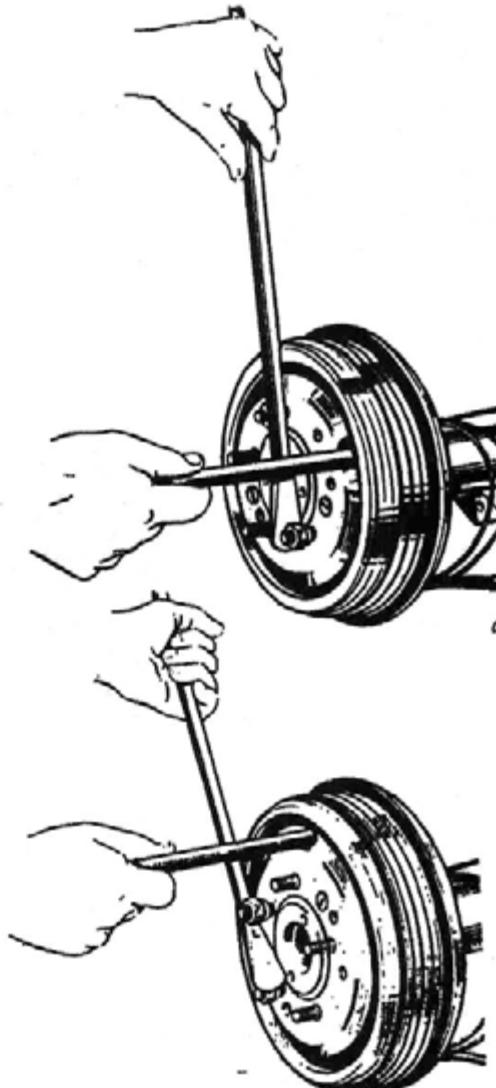

Рис. 247. Сдвигание колодок к оси тормоза для снятия барабана при значительном его износе с образованием буртика:
2. Каким-либо воротком (например монтажной лопаткой), опираясь на шильки колеса, поверните тормозной барабан в сторону колесного цилиндра (рис. 247) так, чтобы переместилась колодка, сдвинув при этом кольцо автоматической регулировки зазора в рабочем цилиндре.